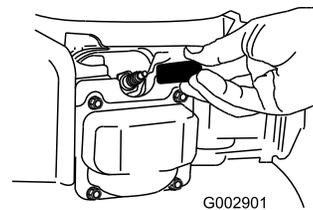

Figura 41
2. Desconecte el cable de la bujía (Figura 41).